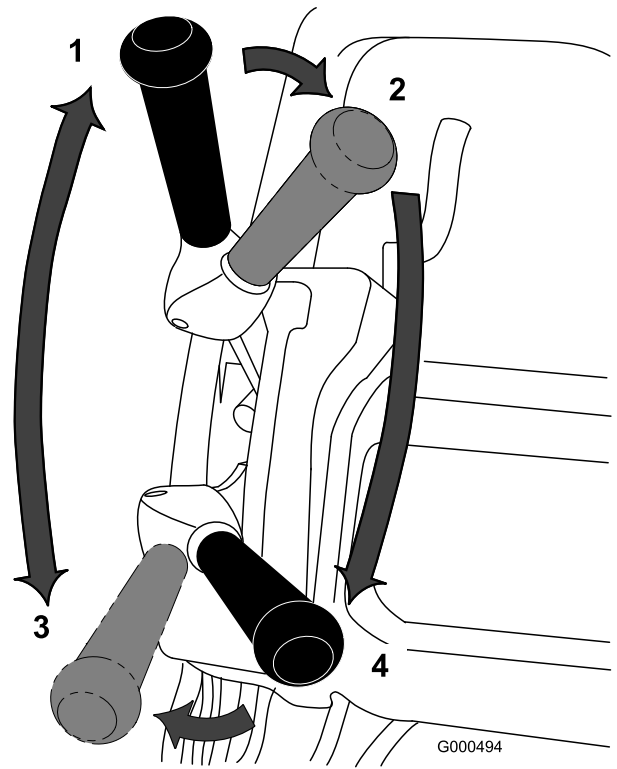

图27
1. 启动发动机，将油门设置为低速，向下推动手柄以提起滚刀组，压低操作员到位控制装置，将牵引杠移至“接合”位置，使剪草机行驶到果岭的环圈上（图27）。
2. 将牵引杆移至“分离”位置，然后接合滚刀驱动杆（图27）。
3. 将牵引杆移至“接合”位置，增加油门速度直至剪草机按照所需的地面行驶速度移动，将剪草机推到果岭区，放下剪草机的前端，然后开始剪草（图27）。